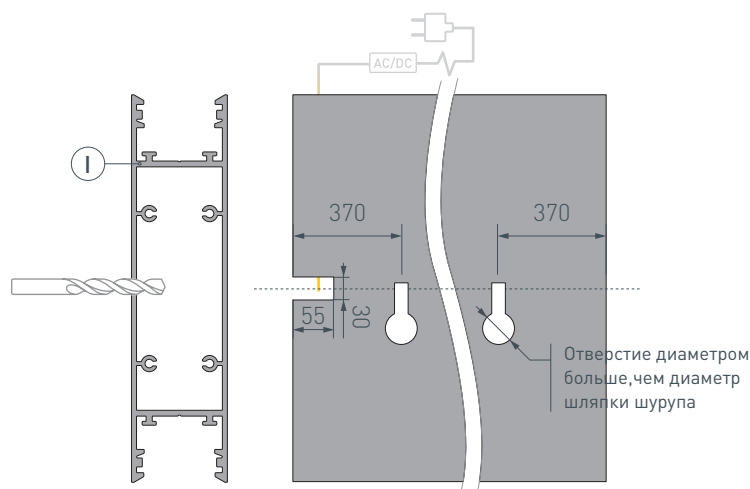

Рис. 1. Вид сзади, подготовка отверстий
- 1** / Для профиля Ⓘ длиной 2000 мм и более просверлите на задней стенке с каждой стороны по 2 отверстия с диаметрами больше, чем диаметр шляпка шурупа (чтобы могла пройти шляпка шурупа), для крепления к поверхности на расстоянии 370 мм от каждого края. Чуть выше сделать прорез шириной, равной диаметру резьбы шурупа. Затем подготовьте еще 1 отверстие с одного края профиля размером 55×30 мм для вывода кабеля блока питания, как показано на рис. 1.